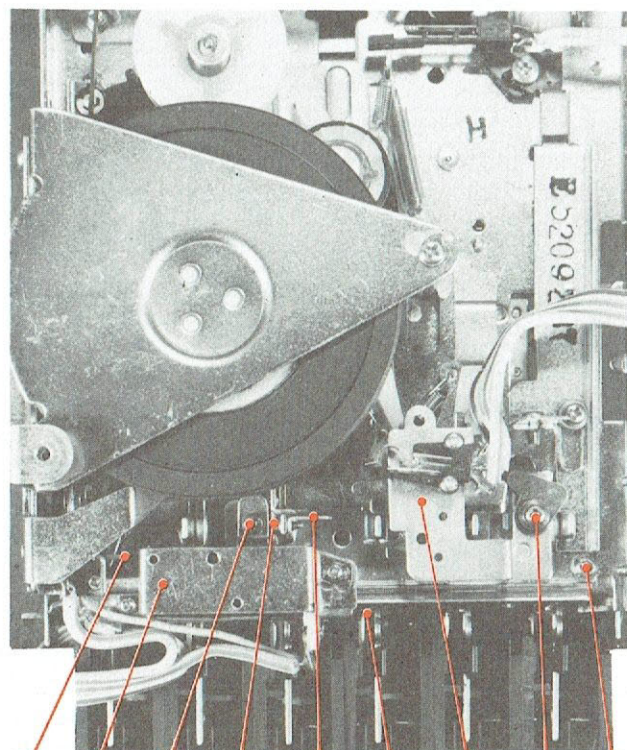

Fig. 6
G - DEMONTAGE DE L'ENREGISTREUR-LECTEUR (Fig. 6, 7, 8)
a) Clavier (Fig. 6)
- 3° - Retirer la vis et rondelle (2) et l'ensemble support-interrupteur à lames (3).
- 4° - Retirer les vis (6) et (7) et dégager l'ensemble support / électro-aimant (5).
- 5° - Enlever la vis (1) puis la vis (8) et retirer la commande (9) de l'interrupteur à lames (3).
- 6° - dégager le clavier (4) de l'enregistreur-lecteur.